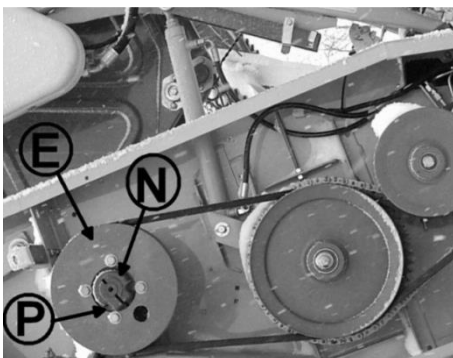

Abb.3
Das Treibrad (E) von dem Pendelgetriebe demontieren. (Abb.3)